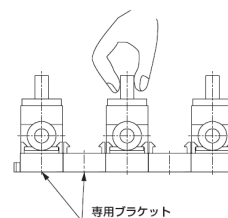

図2 手動操作を優先したマニホールド設置
14. 手動操作を優先してマニホールド設置される場合は、ひとつ飛びにバルブを据え付けて下さい。手動操作が行いやすくなります。(※図2)